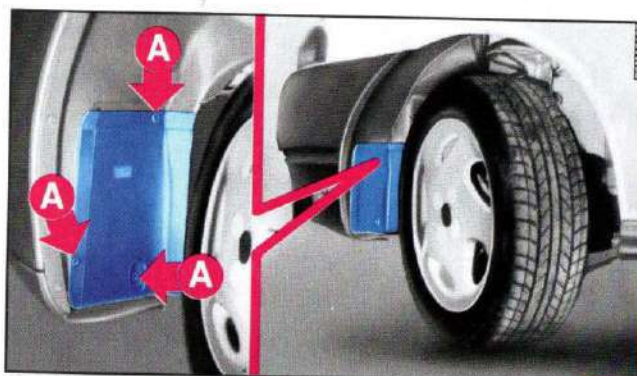

fig. 21
2) Svitare le viti **A**-fig. 21 del coperchio sul passaruote (4 viti dove previsto).